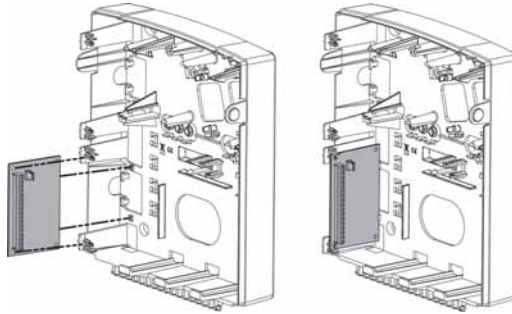

Figure 3-3: Montage de l'extension de zone dans le boîtier de la LightSYS2
4. Montage des modules d'extension de sortie dans le coffret de la centrale en fonction de la place disponible ou dans un coffret séparé (veuillez consulter la Figure 3-3).